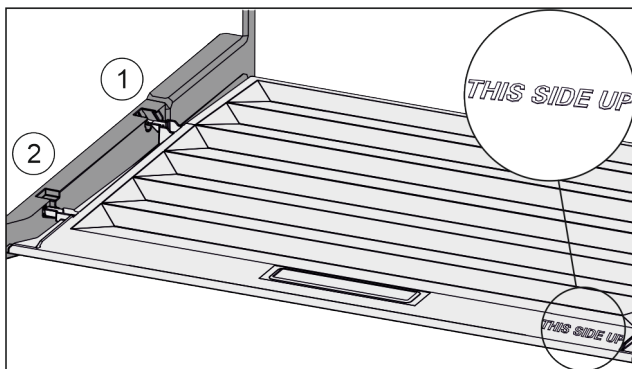

Fig. 32
- ▶ Пъхнете шийките на капака през отвора в задния държач Fig. 32 (1) и фиксирайте отпред в държача Fig. 32 (2).